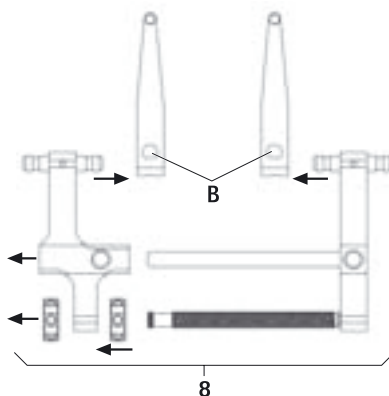

Fig. 4
- Smontare il distrattore 8 con le valve da distrazione, vedere Fig. 4: azionare il pressore **B** e rimuovere la valva da distrazione FW239R.